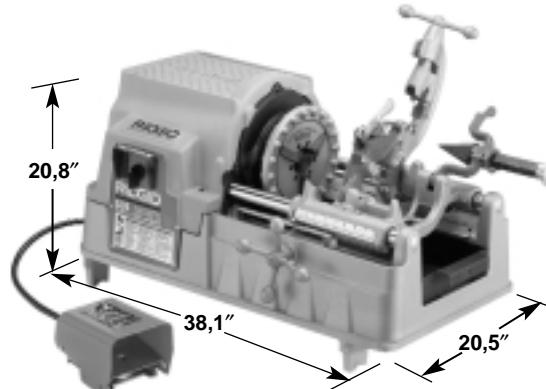

Figura 2 – Dimensiones de la Roscadora No. 535
- Si no se emplea un soporte, la máquina debe montarse sobre un banco estable. Para montarla sobre un banco, atornille la base de la máquina en sus cuatro esquinas con los cuatro (4) pernos de $\frac{5}{16}$ pulgada provistos. Las dimensiones de la base se muestran en la *Figura 2*.